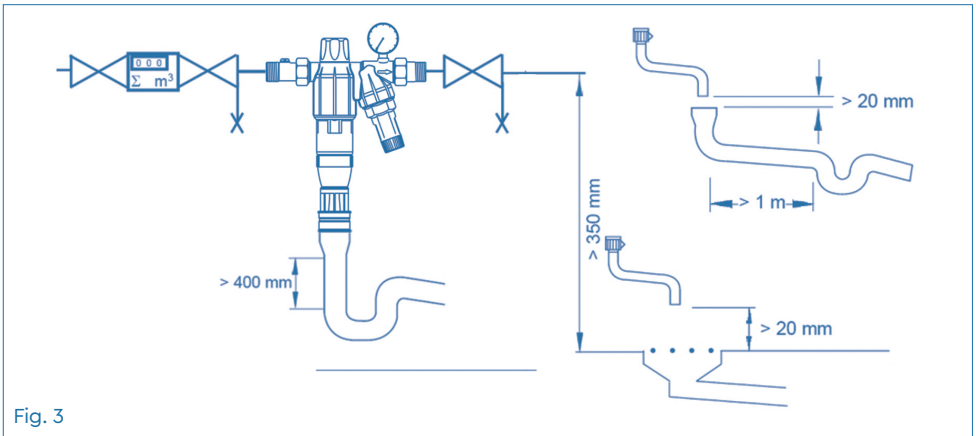

Fig. 3
Örtliche Installationsvorschriften, allgemeine Richtlinien, allgemeine Hygienebedingungen und technische Daten beachten. Ein Kanalanschluss (Abfluss) mind. DN 40 sollte vorhanden sein. Hauswasserstation in Kaltwasserleitungen vor den zu schützenden Objekten einbauen (siehe Fig. 3). Dabei grundsätzlich Absperrventile vorsehen. Das Absperrventil nach dem Druckminderer muss mit Entleerungsventil ausgestattet sein.
Hauswasserstation in Fließrichtung in die waagrechte Kaltwasserleitung einbauen (siehe Fig. 3). Manometer (6) dichtend montieren. Spülwasseranschluss mit Schlauch zum Kanal führen bzw. Auffanggefäß (ca. 10 Liter) bereitstellen. Bitte beachten: Nach DIN EN 1717 muss der Spülwasserschlauch mit mindestens 20 mm Abstand zum höchstmöglichen Abwasserspiegel befestigt werden (freier Auslauf).